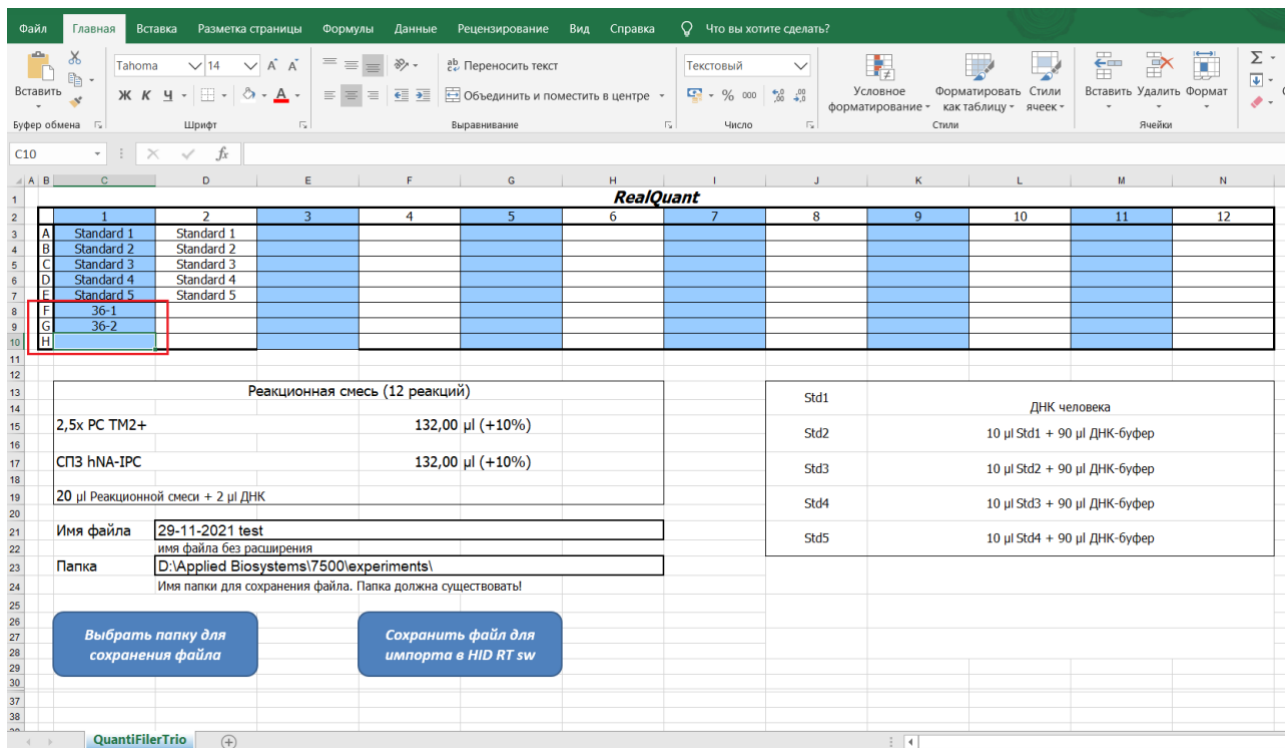

Рисунок 40
3. Согласно положению образцов в лунках подготовленной плашки указать названия исследуемых образцов (рисунок 40).